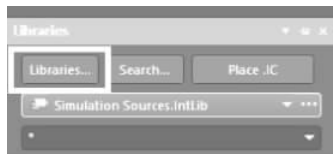
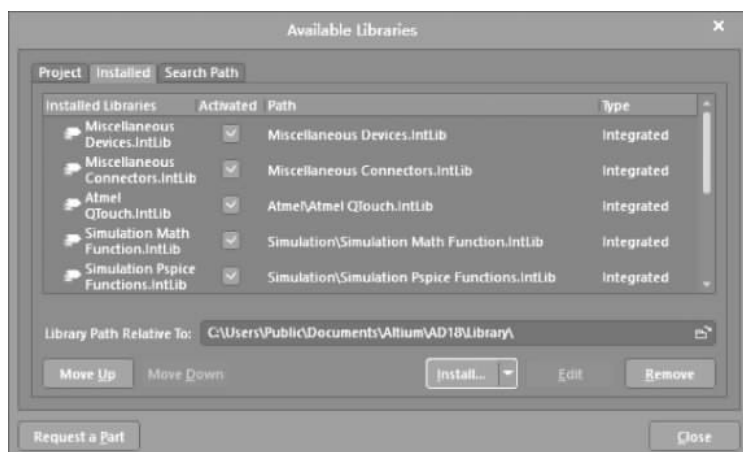

图 3-1 元器件库浏览界面
图 3-2 添加库浏览界面
- (1) 在当前 AD 主界面工具栏下单击  按钮,打开如图 3-1 所示的元器件库浏览界面(若没有,可在 Design 中找到)。
- (2) 在图 3-1 所示的界面内,单击 Libraries 按钮,打开如图 3-2 所示的 Available Libraries(可利用的库)界面,选择 Installed 标签。
- (3) 单击图 3-2 界面下方的 Install 按钮。